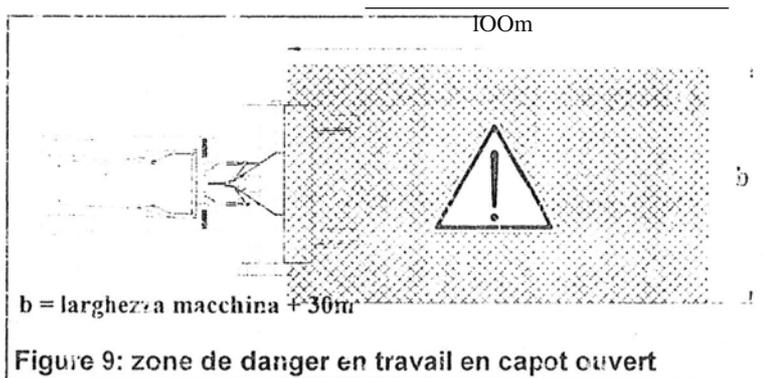

Figure 9: zone de danger en travail en capot ouvert
7. La maison constructrice conseille vivement de travailler en capot fermé. Si l'on désire travailler en capot ouvert, il faut s'assurer, qu'en un rayon d'action de 100m (figure 9), il n'y ait ni personnes ni animaux ni choses etc., qui puissent être
ouvert à une distance supérieure à 100m (figure 9) d'habitations, de routes, de